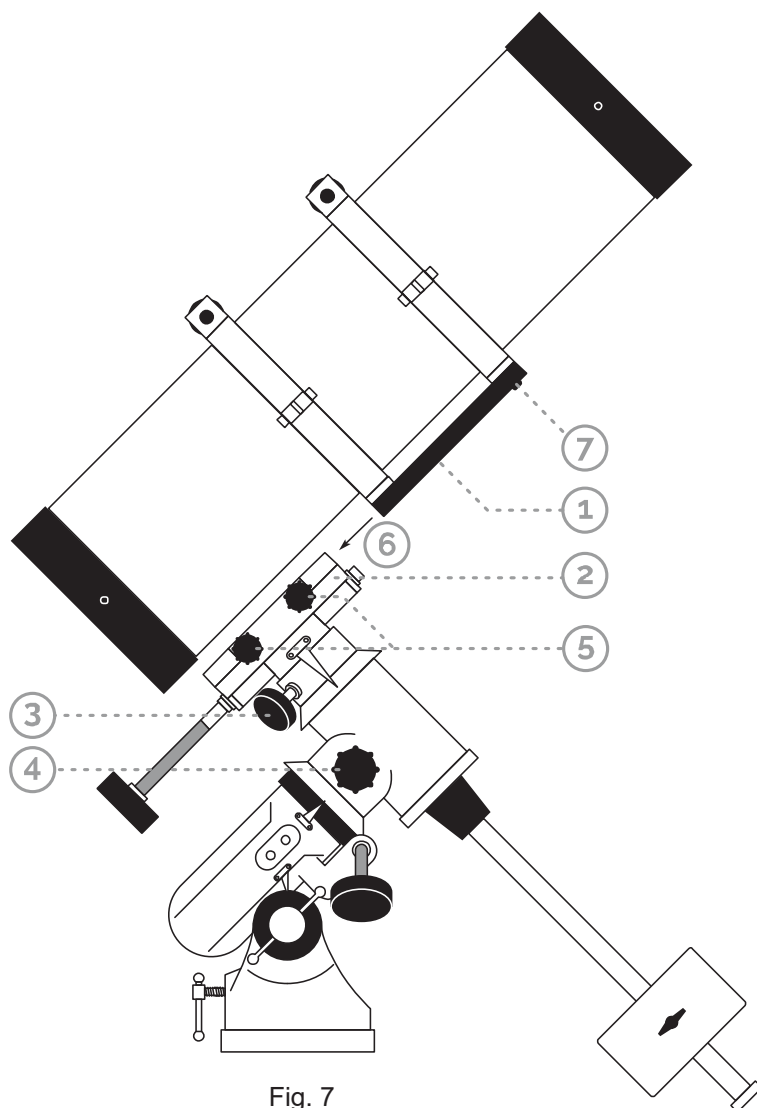

Fig. 7
- Dans un premier temps, positionner la monture équatoriale comme indiqué sur la figure 7 ci-contre.
- Lorsque cela est fait, maintenir la monture en position en serrant (sans forcer) le frein de l'axe de *déclinaison* (3) et le frein de l'axe d'*ascension droite* (4).
- Desserrer ensuite les deux vis de blocage situées sur le côté de la glissière de la monture (5) jusqu'à permettre l'insertion de la plaque de liaison (1).
- Insérer la plaque de liaison (1) du tube optique dans la glissière de la monture équatoriale (6).
- Resserrer les deux vis de blocage situées sur le côté de la glissière de la monture (5) pour maintenir le tube en place.
- Desserrer les freins de l'axe de *déclinaison* et de l'axe d'*ascension droite* (n°3 & 4, fig.7)
- Resserrer ensuite les freins de l'axe de *déclinaison* et de l'axe d'*ascension droite* (n°3 & 4, fig.7).
Il convient, tout d'abord, de s'assurer que le frein de l'axe de *déclinaison* et le frein de l'axe d'*ascension droite* (n°3 & 4, fig.7) sont bien desserrés. Le pointage du télescope pourra ainsi se faire manuellement ou avec les molettes de mouvement lent sans endommager l'instrument.